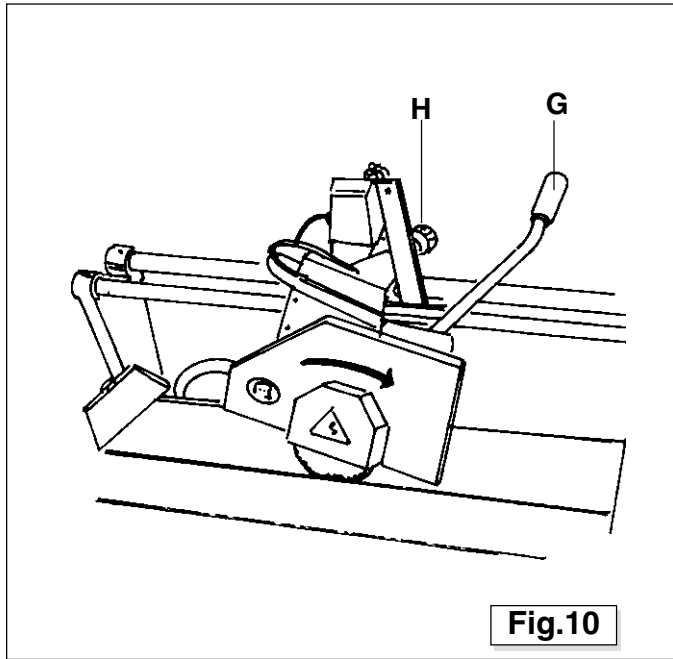

Fig.10
- Sur les modèles FRS 30 et FRS 38, la tête de coupe est basculante et il est possible d'effectuer des coupes insertions sur la pièce en poussant la poignée **G** (Fig. 10) sur le point désiré pour la coupe; en outre, il est possible de régler la profondeur de coupe désirée en abaissant la tête et en la bloquant par la poignée **H** (Fig. 10).
- Intervenir en tirant sur la poignée **F** (Fig. 9) ou **G** (Fig. 10) pour faire glisser la tête de coupe sur les coulisseaux et ensuite procéder à la coupe de la pièce.